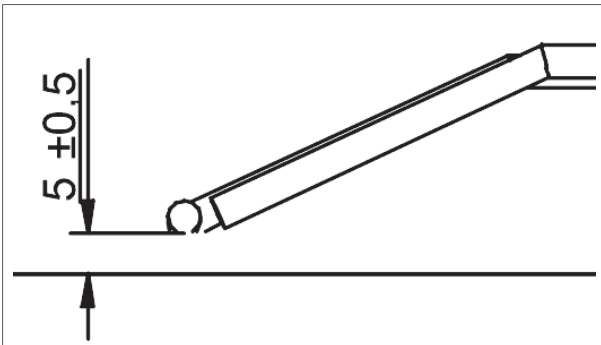

Figure 23 - Distance entre l'électrode et le brûleur
- a. La distance entre l'électrode et le brûleur doit être égale à  $(\pm)$  mm (figure 23).